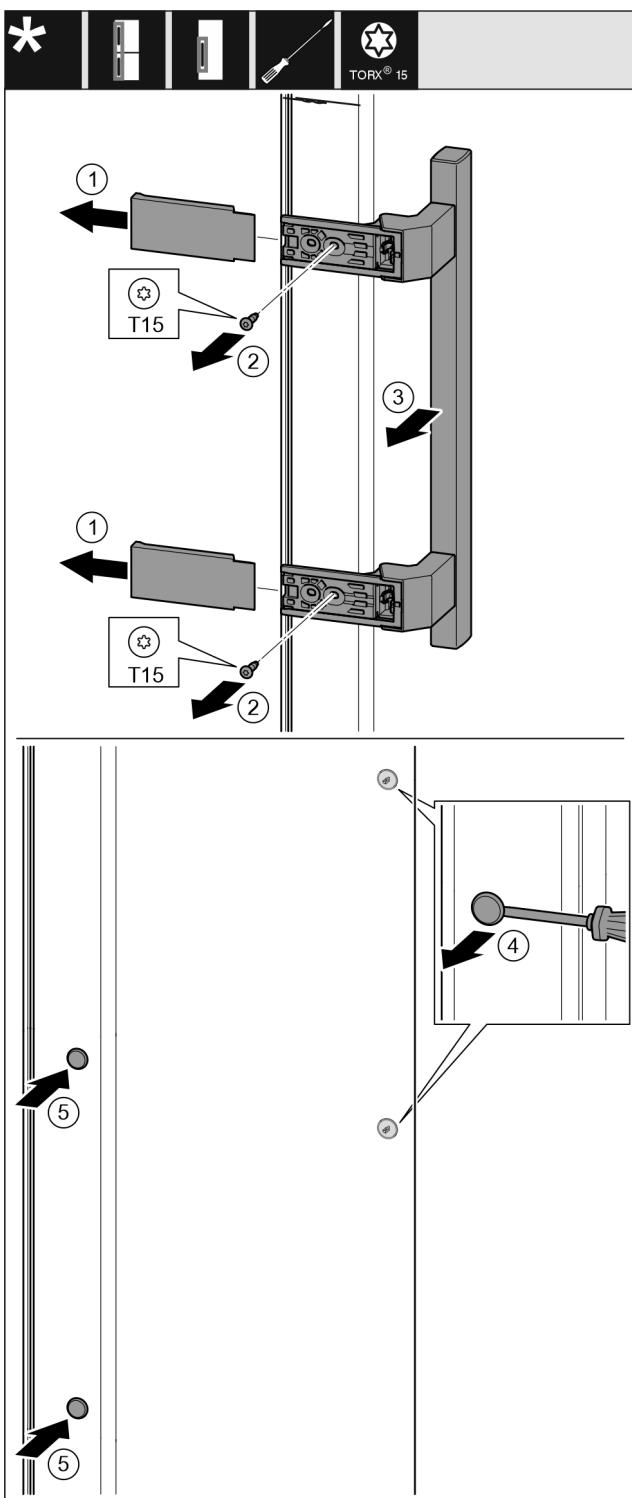

Fig. 14
- ▶ Stiahnite kryt. Fig. 14 (1)
- ▶ Skrutkovačom Torx 15 vyskrutkujte skrutky. Fig. 14 (2)
- ▶ Odoberete držadlo. Fig. 14 (3)
- ▶ Plochým skrutkovačom opatrne nadvihnite a vyberte bočnú zátku. Fig. 14 (4)
- ▶ Zátku opäť nasadťte na druhú stranu. Fig. 14 (5)